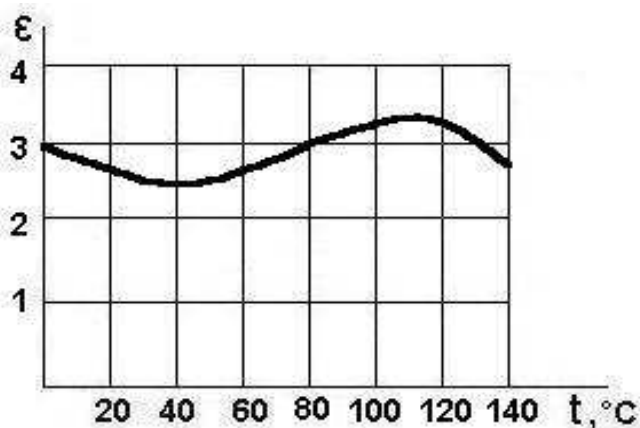

Рис.2. Зависимость диэлектрической проницаемости канифоли от температуры
16. Постройте график зависимости ТК диэлектрической проницаемости канифоли от температуры, воспользовавшись приведенным на рис. 2 графиком зависимости диэлектрической проницаемости канифоли от температуры.
39. Медный провод сечением 10 кв. мм имеет полихлорвиниловую изоляцию толщиной 1 мм, снабженную в целях экранировки медной оплеткой. Определите потери мощности в изоляции на 10 м провода при температурах +50 и -20 °С и частотах 50 и 400 Гц, если напряжение между жилой и заземленной оплеткой равно 220 В. Диэлектрическую проницаемость полихлорвинила возьмите из рис. 2. Величину $\operatorname{tg} \delta$ полихлорвинила при -20 °С примите равной 0,05, а при +50 °С равной 0,1.